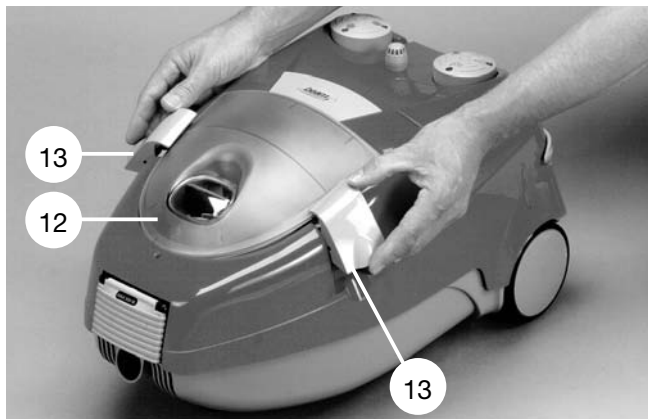
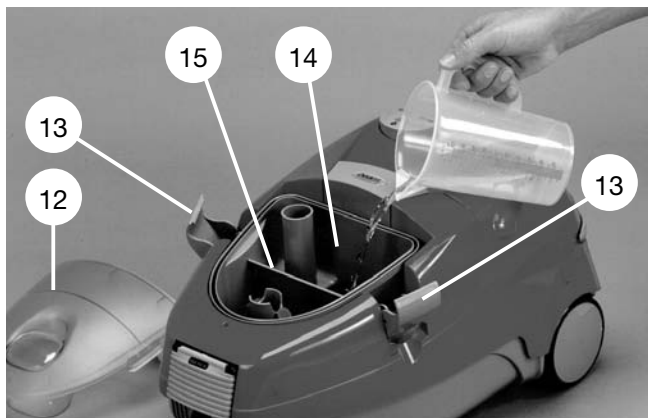
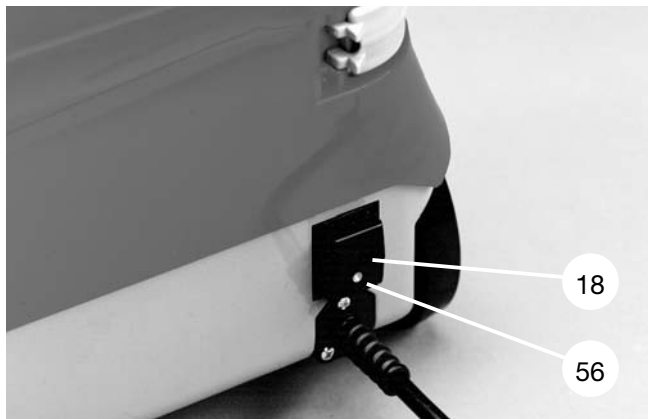

Bild 10
Bild 11
Bild 14
Gerät darf nur mit eingebautem Separatorschild 15 (Bild 11) betrieben werden. Gerät nur waagrecht betreiben (niemals senkrecht aufstellen). Gerät beim Trockensaugen niemals ohne bzw. mit zu wenig Leitungswasser in der Filterschale 14 (siehe minimal Markierung auf dem Separatorschild) betreiben.
- 5.1.2 Leitungswasser bis minimal Markierung in Filterschale 14 (Bild 11) füllen. **Kein destilliertes Wasser verwenden!** Deckel 12 (Bild 10) aufsetzen, Klipps 13 (Bild 10) einrasten.
Hinweis: Falls Sie **nur** Flüssigkeiten saugen wollen, muss kein Wasser in die Filterschale 14 (Bild 11) gefüllt werden.
- 6.1 Stecker des Netzanschlusskabels in eine geerdete Schuko-Steckdose (230 VOLT, 50 Hz) stecken. Auf unteren Teil des Hauptschalters 18 (Bild 14) drücken. Kontrolllampe 56 des Hauptschalters leuchtet.
7.9 Hauptschalter 18 (Bild 14) ausschalten. Klipps 13 (Bild 10) öffnen. Filterschale 14 aus dem Gerät nehmen und entleeren (Bild 21). Vor dem Entleeren die Venturidüsen 17 entnehmen und unter fließendem Wasser reinigen.
10.4 Um das Gerät auszuschalten, obere Taste des Hauptschalters 18 (Bild 14) drücken.
11.4 Um das Gerät auszuschalten, obere Taste des Hauptschalters 18 (Bild 14) drücken.